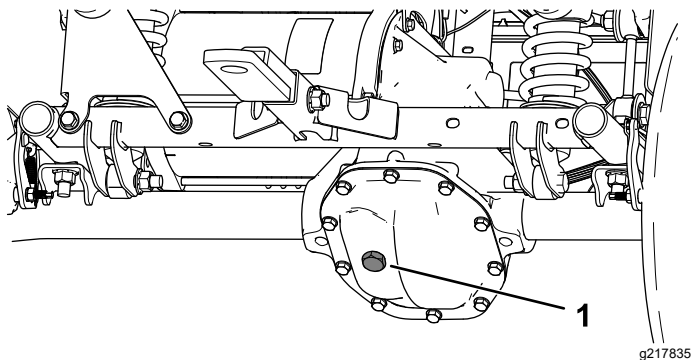

Bild 50
4. Entfernen Sie die Füllschraube am Getriebe (Bild 50).
5. Wenn der Ölstand niedrig ist, nehmen Sie die Füllschraube ab und füllen Sie die angegebene Ölsorte ein, bis das Öl aus dem Loch ausläuft (Bild 50).
4. Entfernen Sie die Füllschraube am Getriebe und füllen Sie das Getriebe mit Öl der angegebenen Sorte, bis es aus dem Füllloch ausläuft (Bild 50).